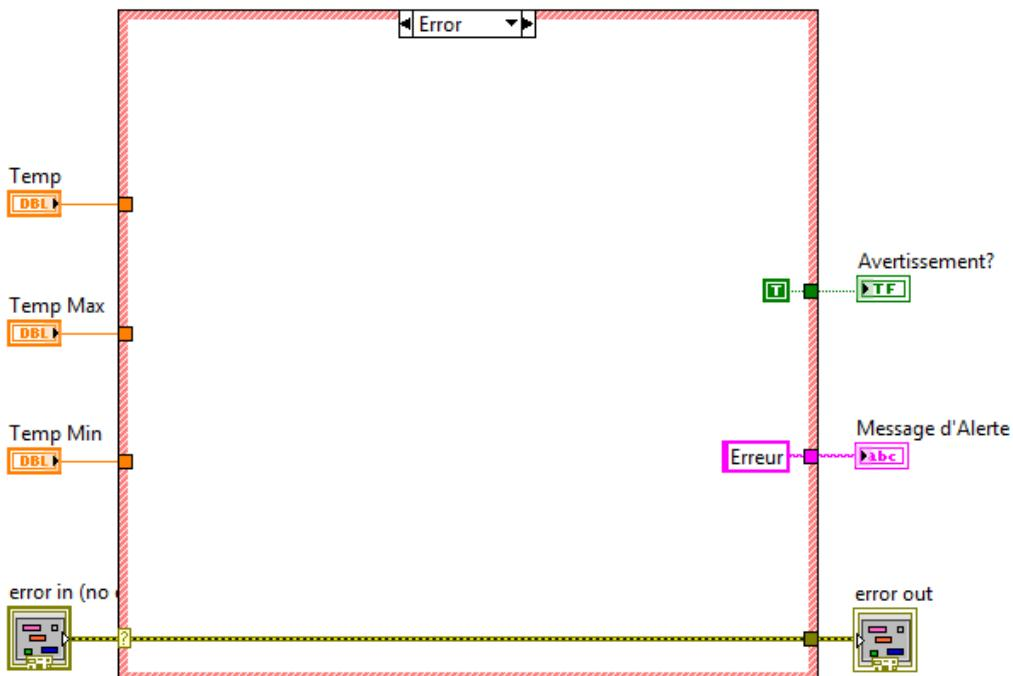

Figure 2.8. Le cas **Error** de la structure **Case**.
- ✓ Confirmer que vous avez complété le cas **Error** de la structure **Case** comme indiqué dans la **figure 2.8**.